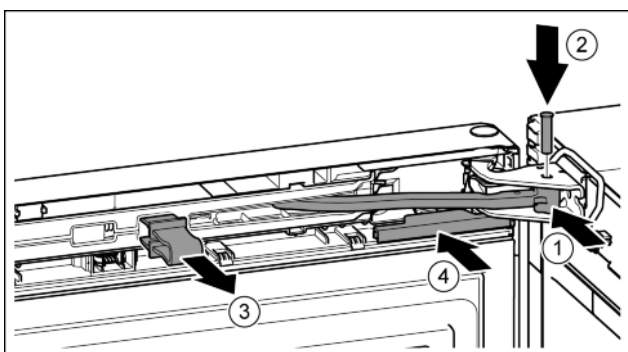

Fig. 23
- ▶ Повернуть шарнир в опорном кронштейне. Fig. 23 (1)
- ▶ Вставить палец в опорный кронштейн и шарнир. При этом следить за тем, чтобы выступ фиксатора занимал правильное положение в пазу. Fig. 23 (2)
- ▶ Снять предохранитель. Fig. 23 (3)
- ▶ Надвинуть крышку. Fig. 23 (4)